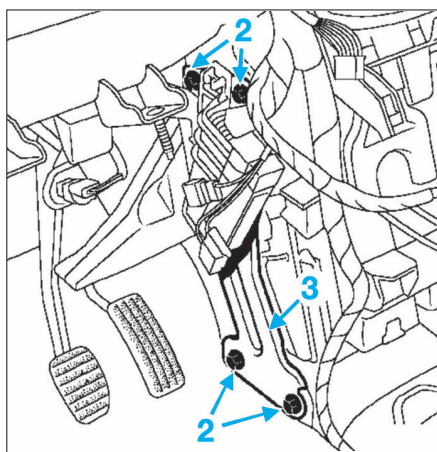

FIG. 59
- les vis (2) de fixation du renfort (Fig.59),
- le renfort (3),